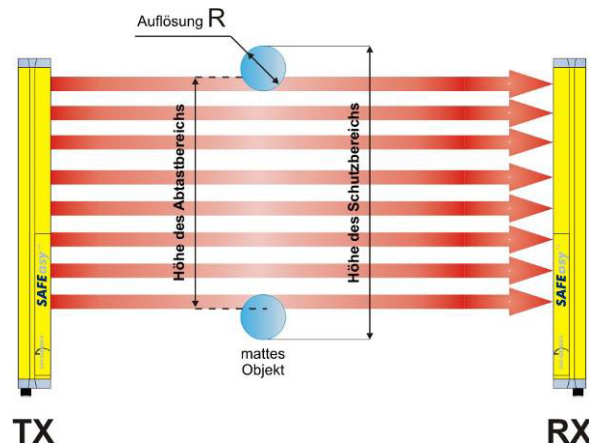

Abb. 3
- Hier ist zwischen der "Höhe des Abtastbereichs" und der "Höhe des Schutzbereichs" zu unterscheiden (Abb. 3).